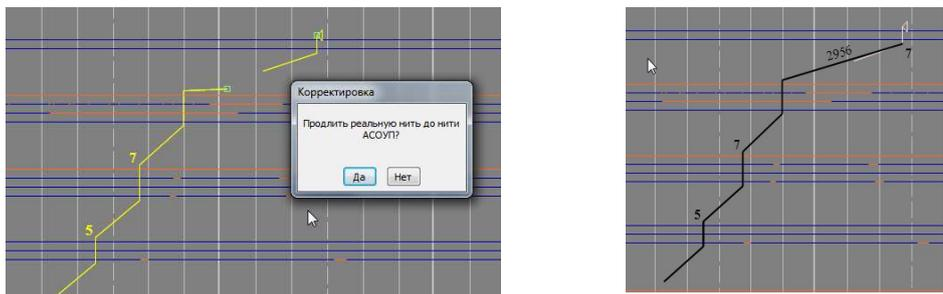

Рис.108. Продление нити до засечки АСОУП.
- В появившемся окне подтвердить продление нити до события АСОУП или отказаться от продления.(см. рис.108 ).